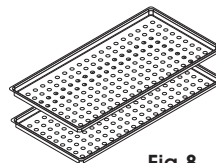
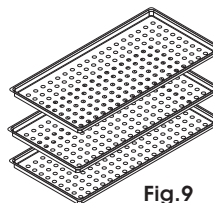

Fig. 8
Fig. 9
- 12► **Bandejas** - São fornecidas 2 bandejas para Quadra 12 (Fig. 8) e 3 para Quadra 21 (Fig. 9), que servem para manter os materiais a serem esterilizados fora do contato direto com a água e as paredes internas da câmara da autoclave.